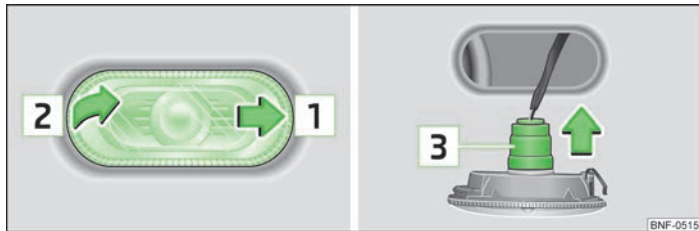

Bild 123 Höger sida: Byta glödlampa till blinkers
- › Skjut blinkerslampan i pilriktningen **1** » bild 123.